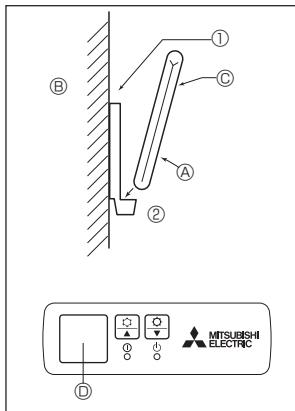

Fig. 6-2
2) Metodo di installazione (Fig. 6-2)
- ① Attaccare il supporto del comando a distanza nel punto desiderato usando due viti autofilettanti.
- ② Inserire l'estremità inferiore del comando a distanza nel supporto.